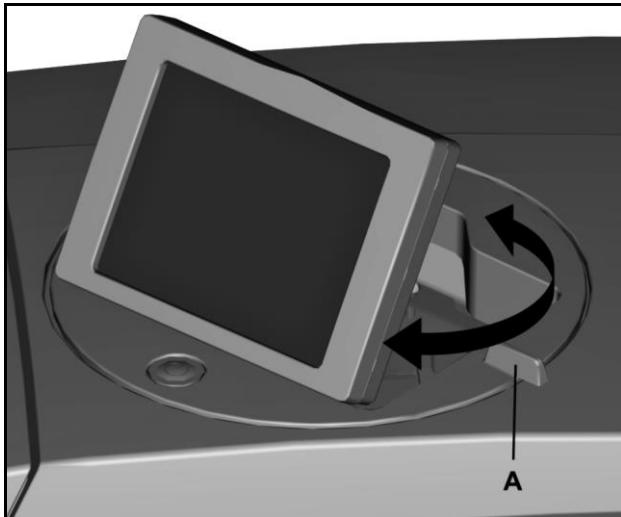

Figura 13 Rotación del panel táctil
- 2 Gire el panel táctil sujetándolo por su manilla (A) hasta la posición deseada (véase la "Figura 13 Rotación del panel táctil").